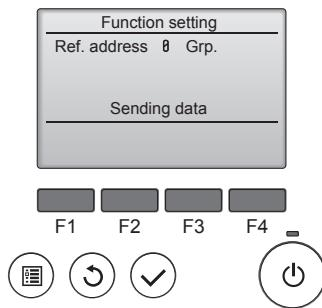

Fig. 6-15
⑤ (Fig. 6-15)
- ① Ga naar de modus voor functieselectie